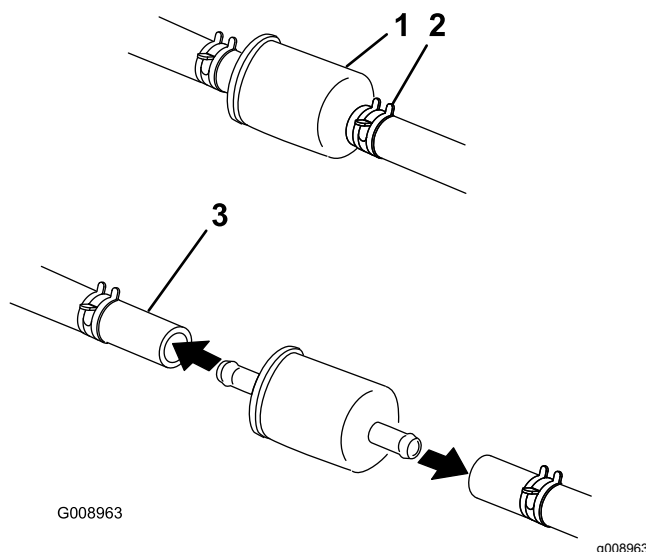

Figure 63
4. Fermez le robinet d'arrivée de carburant sous le siège (Figure 63).
5. Pincez les extrémités des colliers et éloignez les colliers du filtre (Figure 63).
7. Posez un filtre neuf et rapprochez les colliers de fixation du filtre (Figure 63).